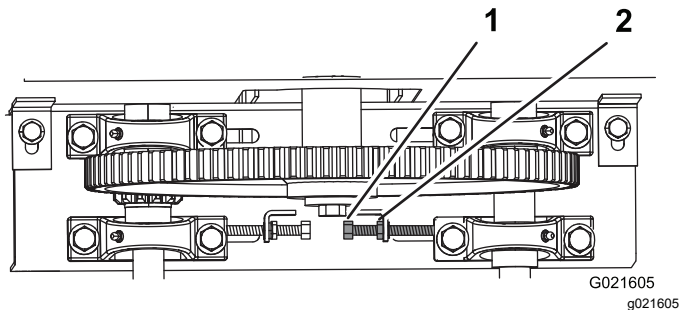

**Figura 42**
2. Afloje las tuercas y los pernos que sujetan los portacojinetes de la polea tensora (Figura 42).